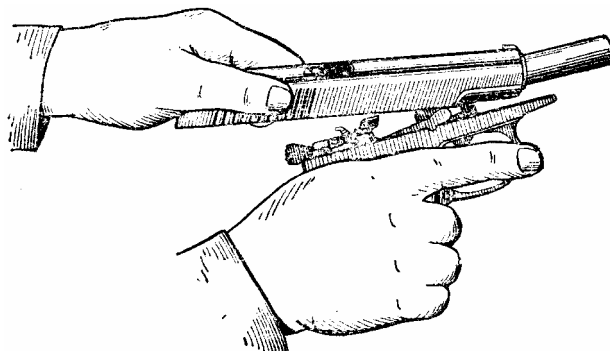
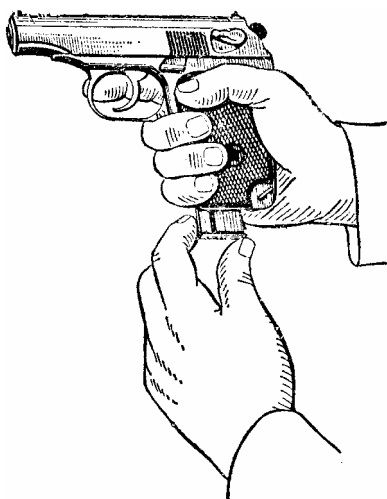

Рис. 14. Присоединение затвора к рамке.
Рис. 15. Вставление магазина в основание рукоятки.
2. Присоединить затвор к рамке. Удерживая рамку за рукоятку в правой руке, а затвор в левой, ввести свободный конец возвратной пружины в канал затвора (рис.14) и отвести затвор в крайнее заднее положение так, чтобы дульная часть ствола прошла через канал затвора и выступила наружу (рис.15). Опустить задний конец затвора на рамку так, чтобы продольные выступы затвора поместились в па-